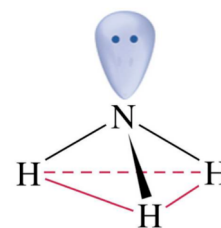

Figure 1
La molécule d'ammoniac  $NH_3$ , de forme tétraédrique, est constituée d'un atome d'azote et de trois atomes d'hydrogène. On la représente schématiquement, dans ses états d'énergie les plus bas, sous la forme d'une pyramide assez aplatie (figure 1) : l'atome d'azote occupe le sommet et les trois atomes d'hydrogène forment la base, en forme de triangle équilatéral. La projection du sommet sur le plan du triangle coïncide avec le centre de gravité  $G$  du triangle. On note  $d$  la distance entre l'ion  $N^{3-}$  et le centre  $G$ .
- 2.2. Reproduire le dessin de la figure 1 et indiquer le moment dipolaire  $\vec{p}$  porté par  $NH_3$ . Préciser la valeur de la charge  $q$  associée au barycentre des charges positives.